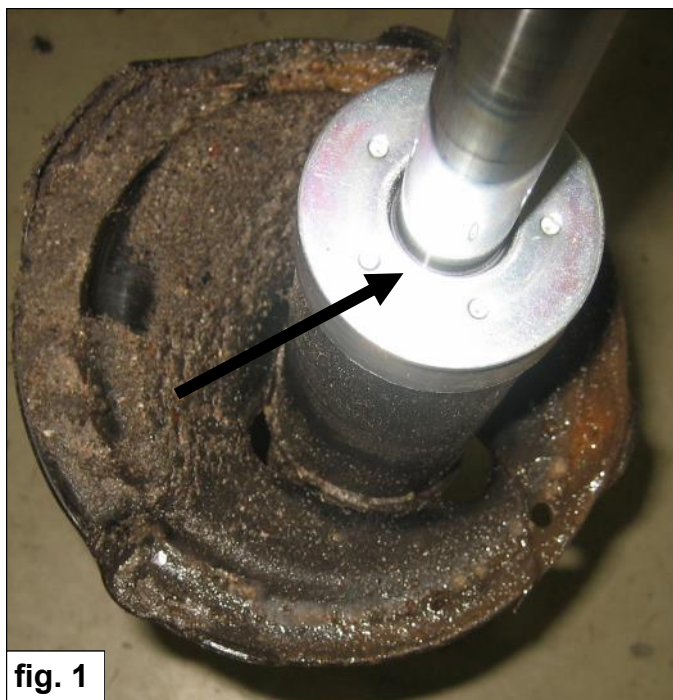

fig. 1
2. Maak de bovenkant van de zuigerbuis van de schokdemper vetvrij. Zie fig. 1
3. Plak het meegeleverde kunststof schoteltje **S** direct boven op de zuigerbuis van de schokdemper aan de voorzijde van de auto. Zie fig. 1 en 2.